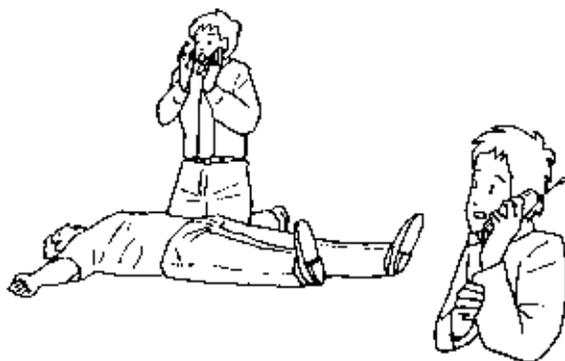

図 2-2 まず119番に連絡
① 近くに人がいれば直ちに応援を依頼し、119番に連絡する（図2-2参照）。